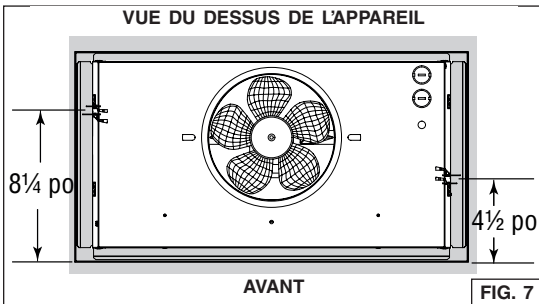
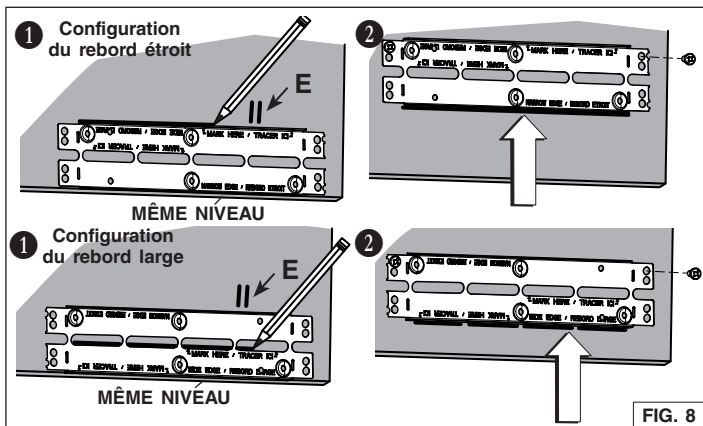

FIG. 7
FIG. 8
- Repérer l'emplacement des crochets Ease of Install sur l'appareil (distance donnée à partir du rebord avant, FIG. 7). Mesurer et marquer, sur les deux côtés de l'armoire, l'emplacement des crochets Ease of Install (illustré en E dans la FIG. 8). Retirer l'appareil.
- Installer les supports d'armoire comme suit (FIG. 8):
- Placer le support au même niveau que le bas du panneau droit de l'armoire, en centrant la marque de l'emplacement des crochets (E) entre les trous en relief inférieurs. Pour la configuration du rebord étroit, tracer une ligne sur le dessus du support. Pour la configuration du rebord large, tracer une ligne à la base des fentes centrales.